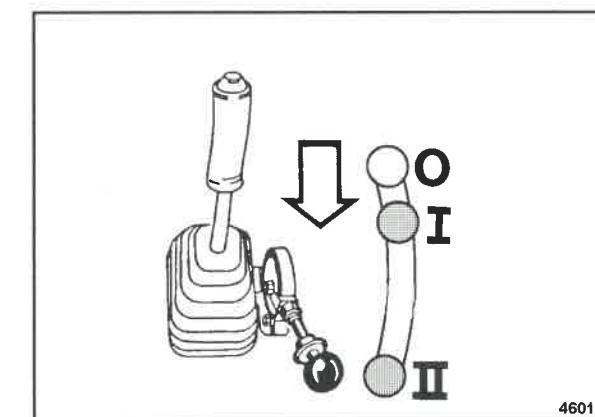

Fig. 67
- Porre la leva regolazione di giri (Fig. 67) nella posizione "I" (40 Hz) o "II" (60 Hz) e farla innestare.